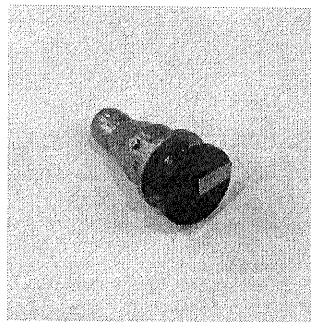

Figura 6. Adaptador de rpm
- Verificar rpm: Conecte el Electric Pen Drive a la consola con su cable, instale el adaptador de rpm (figura 6), configure el equipo en modo "FWD" con velocidad al 100% y mida la velocidad con un tacómetro. El rango operativo correcto debe estar entre 54.000 rpm y 66.000 rpm para garantizar el funcionamiento óptimo del sistema.